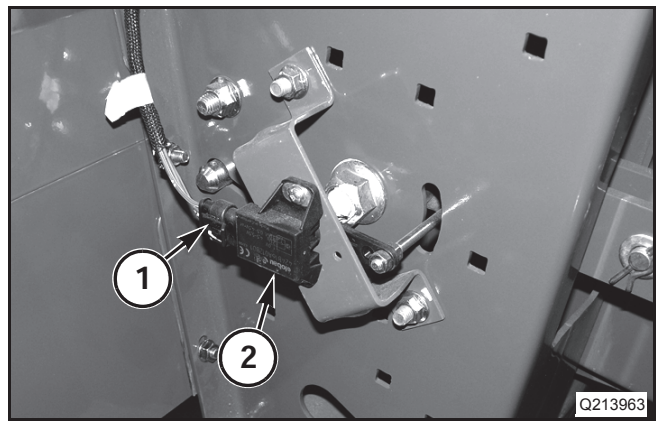

FIG. 70
FIG. 70: Después de ser inspeccionado y ajustado, suelte el mazo (1) de los sensores de las barras de corte de los lados izquierdo y derecho (2). Conecte el mazo en el sensor siguiente de la barra de corte, en los lados derecho e izquierdo de la plataforma.